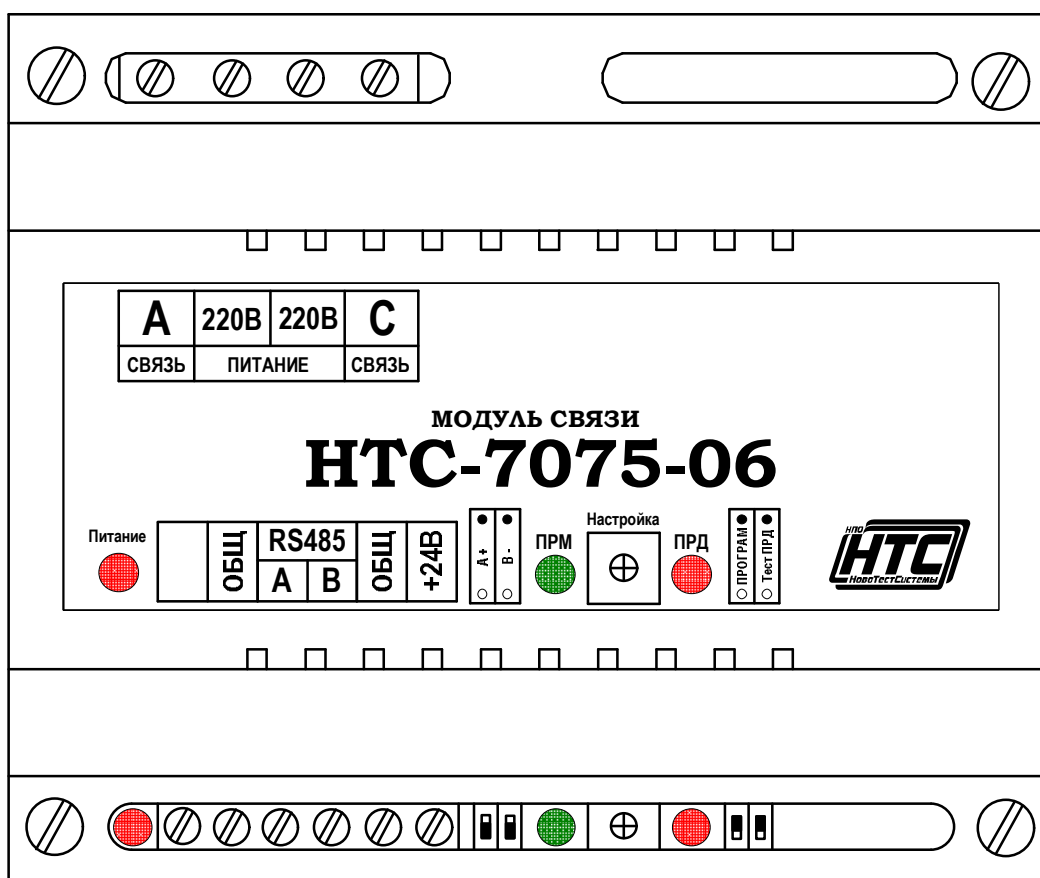

Рисунок 1. Внешний вид модуля связи НТС-7075-06.
1.5.1. Внешний вид модуля связи НТС-7075-06 приведен на рис. 1.